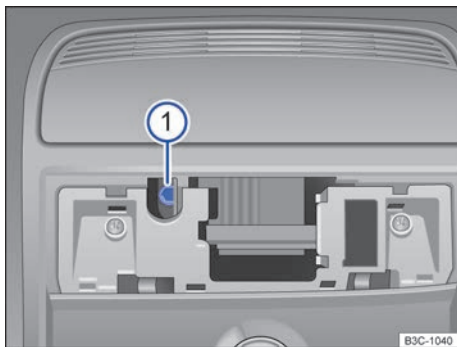

Fig. 59 Tornillo Allen para cerrar el techo de cristal.
- Introduzca una llave Allen1) de 4 mm en el tornillo Allen → fig. 59 ①.